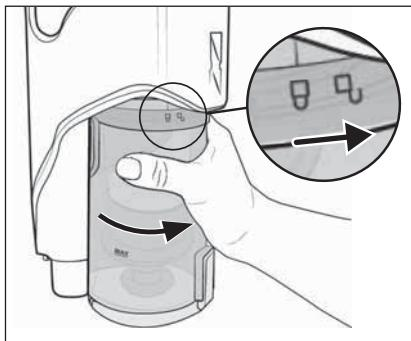

Fig. 28
- 8) Reinserire il contenitore di raccolta dello sporco ❷ nell'apparecchio e ruotarlo in direzione del simbolo ❸ (chiudere) fino a quando non si innesta saldamente nell'apparecchio (vedere fig. 28).